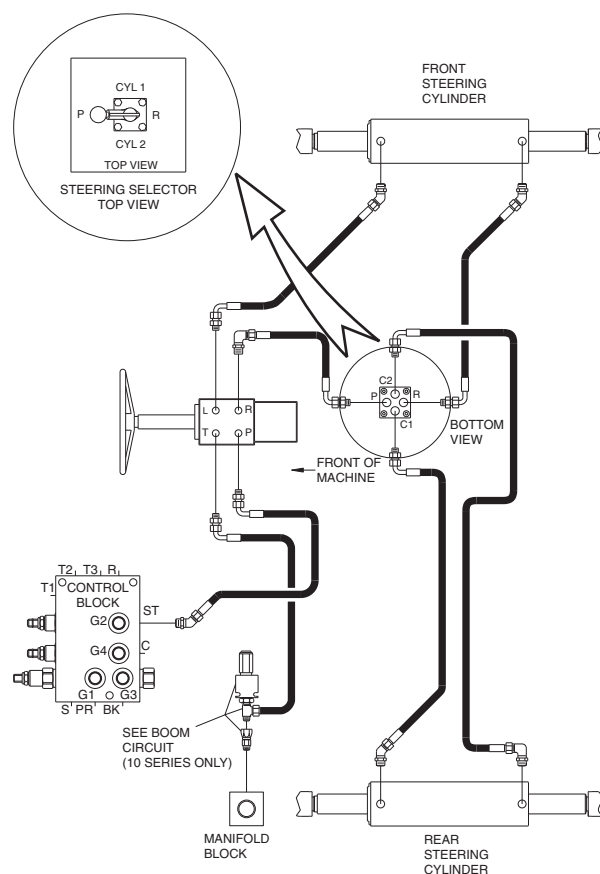

Ilustración 3
- 11 Etiquete, desconecte y tapone las mangueras de las tomas C1, C2 y R del selector de dirección. Tape las conexiones. Ver ilustración 3.
- 21 Etiquete, desconecte y tapone las mangueras de las tomas L, P, R y T del orbitrol de la dirección. Tape las conexiones. Ver ilustración 3.